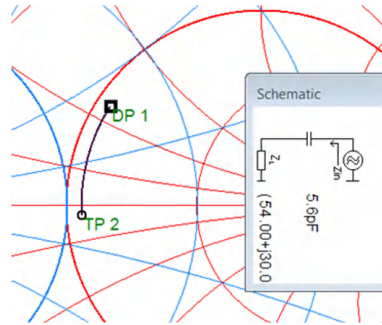

图 5-3. 将低频带匹配 C_{LOW} : 5.6pF 和 L_{LOW} : NC
- C_{LOW} : 5.6pF 和 L_{LOW} : NC ; 请参阅图 5-3